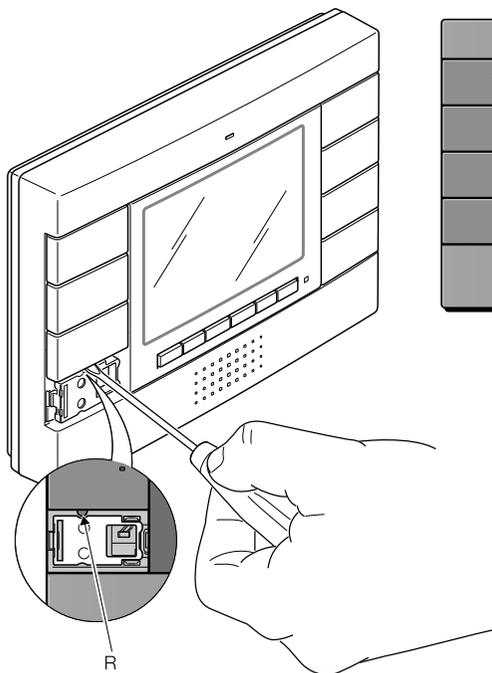

Figura 2.2.2
- Premere brevemente, mediante un cacciavite o un piccolo utensile, il pulsante **R** posto al di sotto del **tasto D** (figura 2.2.2);